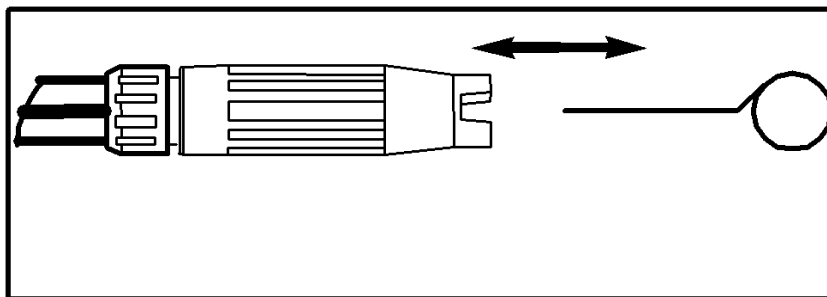

Abbildung 5 - Führen Sie das Düsenreinigungswerkzeug in die Düsenöffnung ein und bewegen Sie es hin und her, bis die Verunreinigungen entfernt sind.
- Führen Sie den Draht mit dem beiliegenden Düsenreinigungswerkzeug oder einer ungefalteten Büroklammer in die Düsenöffnung ein und bewegen Sie ihn hin und her, bis die Verunreinigungen entfernt sind (siehe Abb. 5).